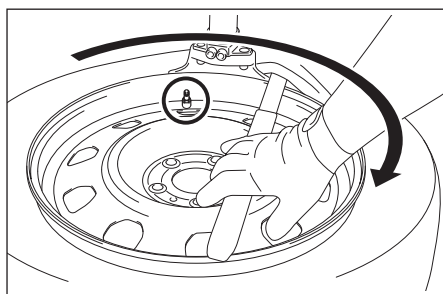

Fig. 2
5. Cuando desmonte el neumático de la llanta, el sensor debe estar un poco más adelante que el cabezal de la destalonadora de neumáticos. El neumático se debe desmontar sin hacer contacto con el sensor ya que este se puede dañar. (ver Fig. 2)